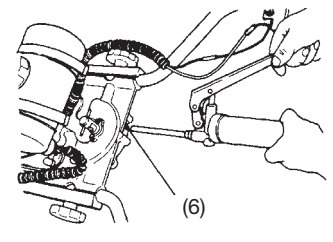

Fig. 11
- 1) Smörj växellådan genom inpumpning av universalfett genom smörjningshålet efter 50 timmars användning. (Fig. 11)